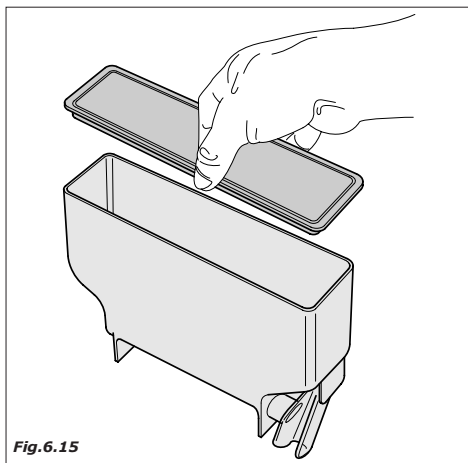

Fig.6.15
- desmontar las tapas y rampas de producto (Fig.6.15). Sumergir todo en la solución anteriormente preparada